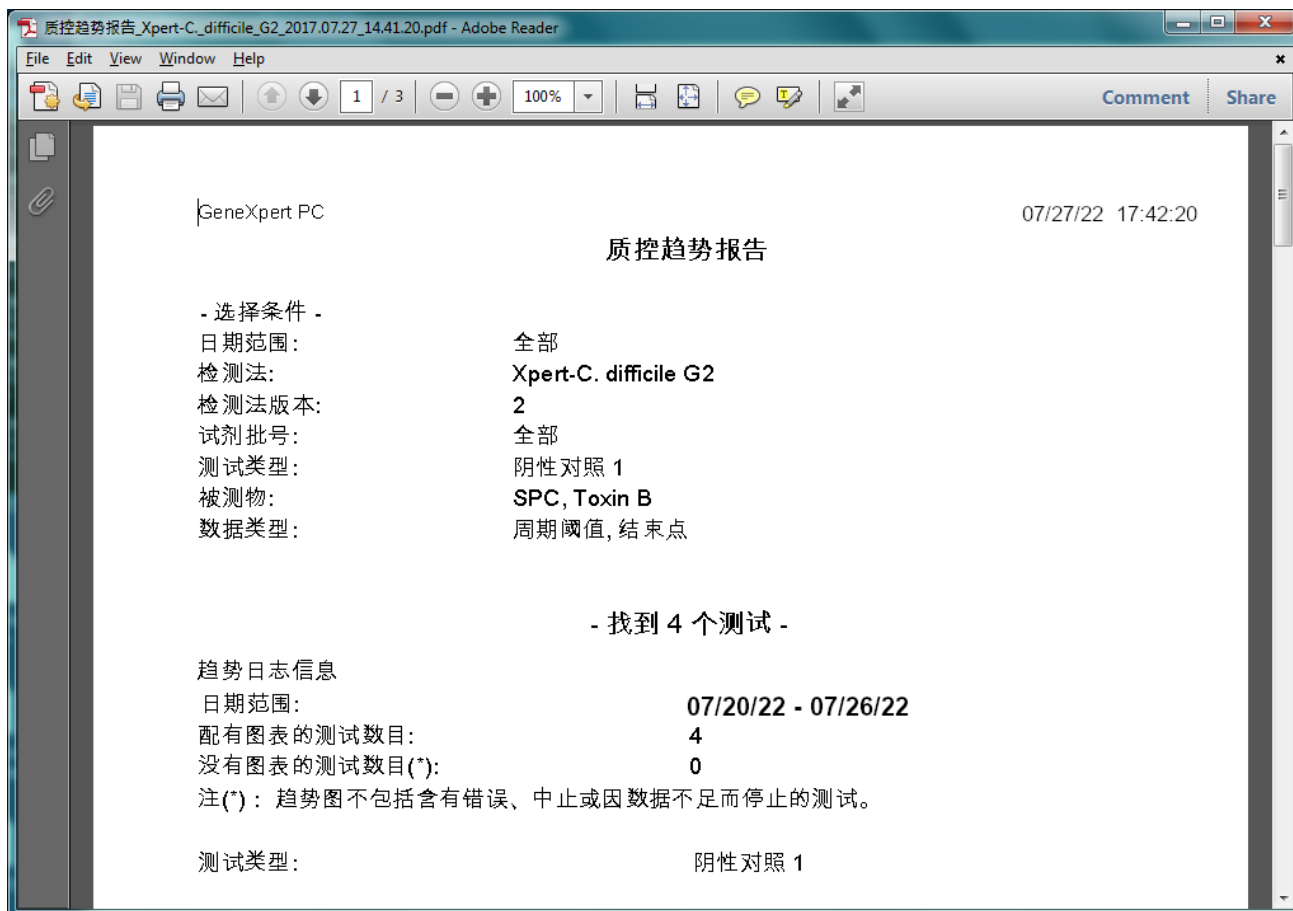

图 6-7. Adobe Reader 窗口中 “质控趋势报告” 示例
- **预览 PDF** — 创建一个 PDF 文件并在 Adobe Reader 窗口中显示文件。单击“质控趋势报告”对话框中的**预览 PDF** 按钮（参见图 6-2 了解定性检测法趋势；参见图 6-4 了解定量检测法趋势），创建 PDF 报告文件（参见图 6-7）。可从 Adobe Reader 软件保存和打印 PDF 文件。